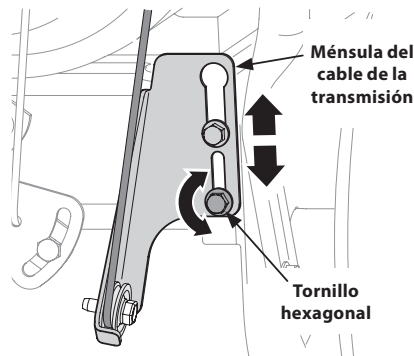

Figura 2-62
2. Afloje el tornillo hexagonal inferior del soporte del cable de la transmisión. Vea la Figura 2-62.